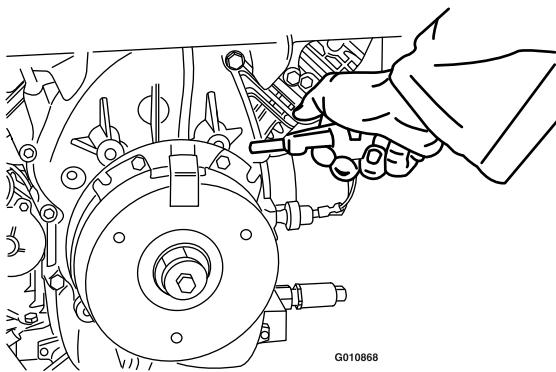

Figura 64
3. Utilizar un compresor de aire, elimine cualquier residuo de debajo del polo de freno y de alrededor de los espaciadores del freno (Figura 64).